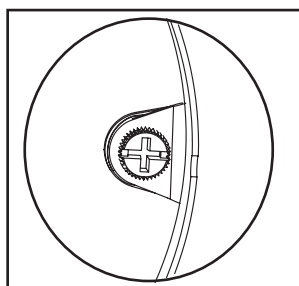
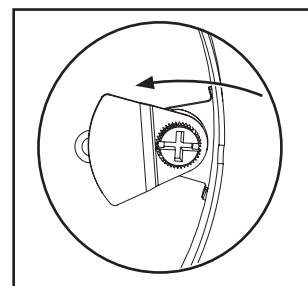

Figure 22.
Figure 23.
- Désengagez le dispositif de retenue (Figure 22.) en tournant au-delà des languettes (Figure 23.).